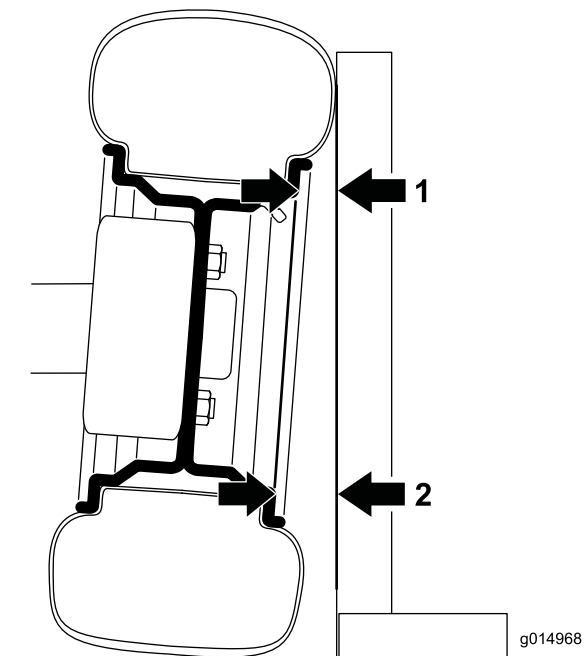

Bild 37
1. Zum Messen der Neigung legen Sie ein rechtwinkliges Rechteck auf den Boden, wobei die vertikale Kante die Vorderseite des Reifens berühren sollte (Bild 37).
2. Messen Sie von demselben Teil der Nabe oben und unten am Reifen zum Rechteck (Bild 37). Der untere Messwert sollte 2,3 mm höher als der obere Messwert sein. Schließen Sie die Messung an beiden Vorderreifen ab, bevor Sie einstellen.